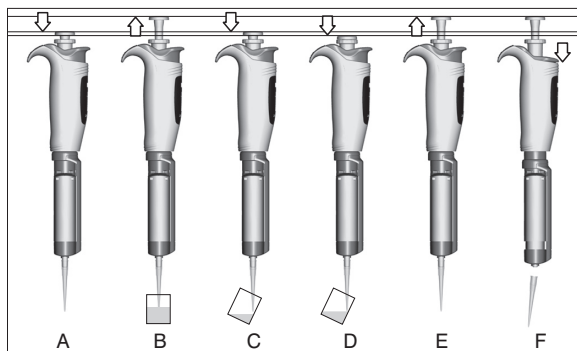

Fig. 4
- Espere cerca de 1s antes de retirar as ponteiros da amostra aspirada, fig. 4.